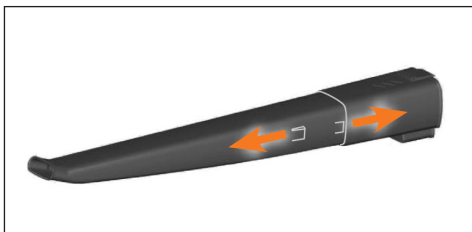

Рис. 2
- Раздвиньте внешнюю и внутреннюю части трубы (Рис. 2).